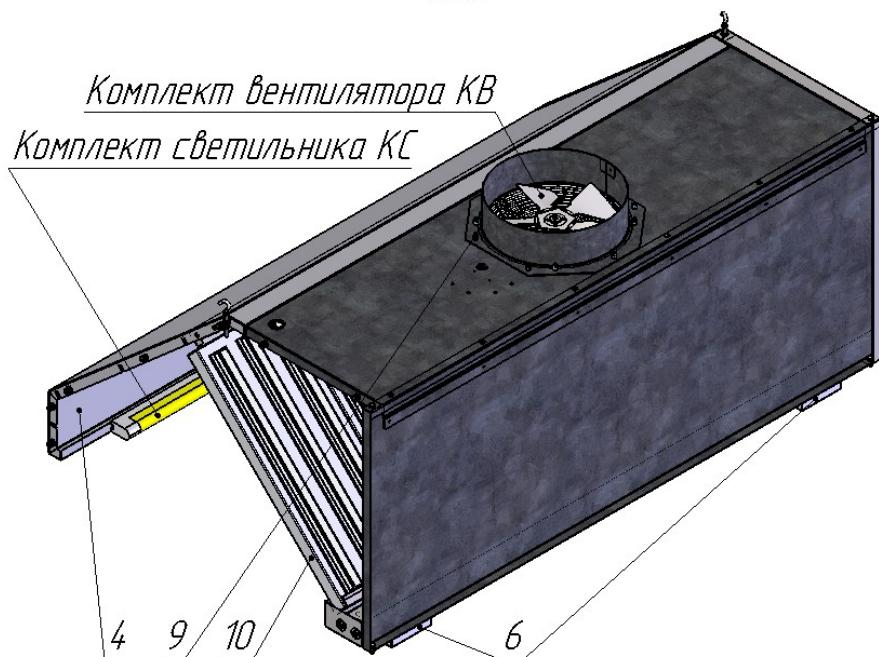

Рис.3
3.5.7. Установку фильтров поз. 10 (Рис. 3) и лотков поз. 6 (Рис. 3) произвести согласно Рис. 3.
(Рис. 3), совместить комплект вентилятора с отверстиями в крышке зонта и зафиксировать, затянув крепеж.
3.5.9. При наличии комплекта светильника КС (заказывается дополнительно для каждого зонта). Закрепить на крышке короба поз. 4 (Рис. 3) при помощи винтового соединения М3 и направляющей, входящими в комплект светильника.